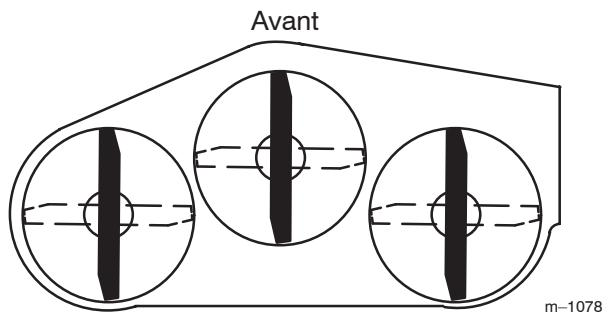

Figure 25
2. Tournez les lames pour qu'elles soient toutes dirigées dans le sens longitudinal (Fig. 25). Mesurez la distance entre la surface plane et le tranchant des lames (Fig. 26) et notez cette valeur.